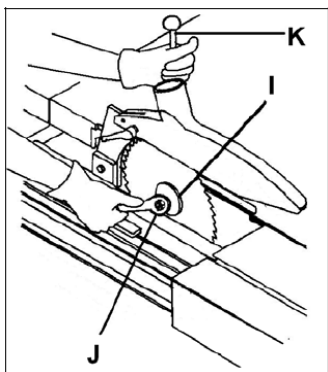

Рис. 14
Ослабьте натяжную гайку (J, Рис. 14). При помощи стопорного штифта (K) зафиксируйте осевой блок диска от прокручивания.